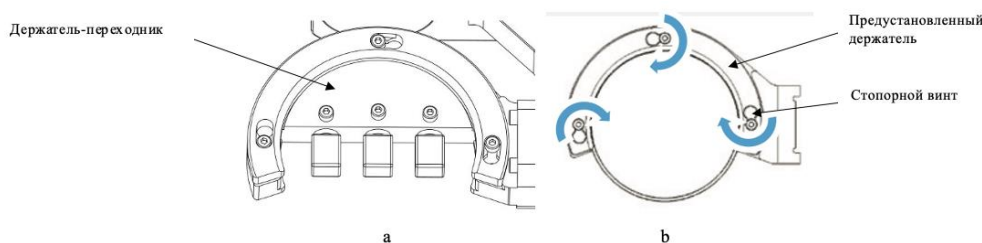

Рисунок 9
2. В ручном режиме нажмите кнопку «FIRST REFERENCE» (ПЕРВАЯ ТОЧКА ОТСЧЕТА). Все оси автоматически переместятся в положение, подходящее для установки/снятия обрабатываемой заготовки. Закрепите в предустановленном держателе держатель-переходник (см. рисунок 9 – а) или обрабатываемую заготовку напрямую (b) и затяните стопорные винты. Рекомендуемый крутящий момент для затягивания винтов: 3 Н*м.